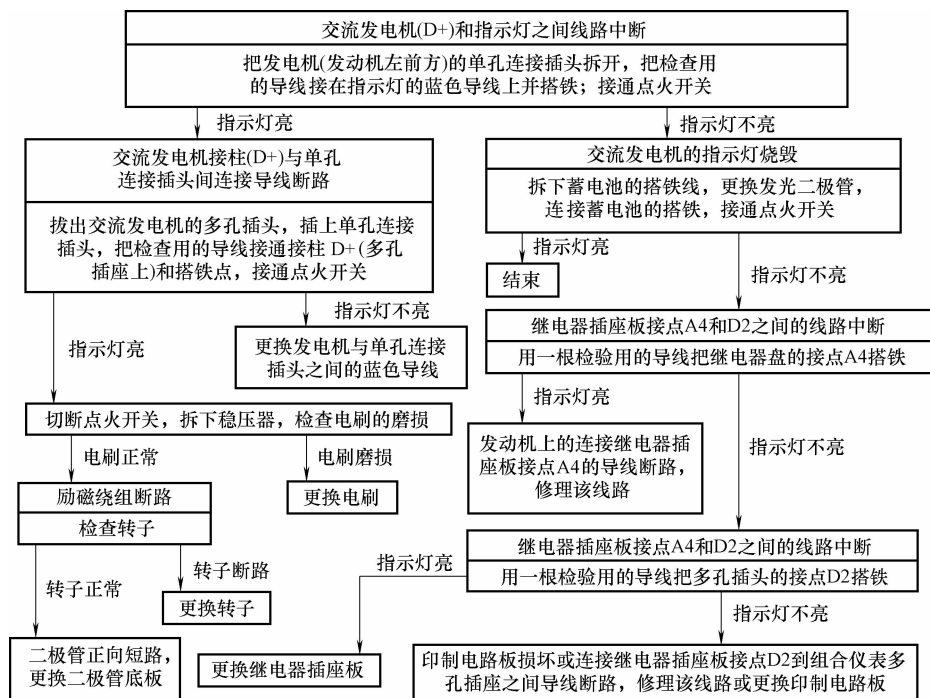

图 4-3 点火开关接通充电指示灯不亮故障的诊断与排除流程图
1) 点火开关接通时，充电指示灯不亮故障的诊断与排除流程图，如图 4-3 所示。